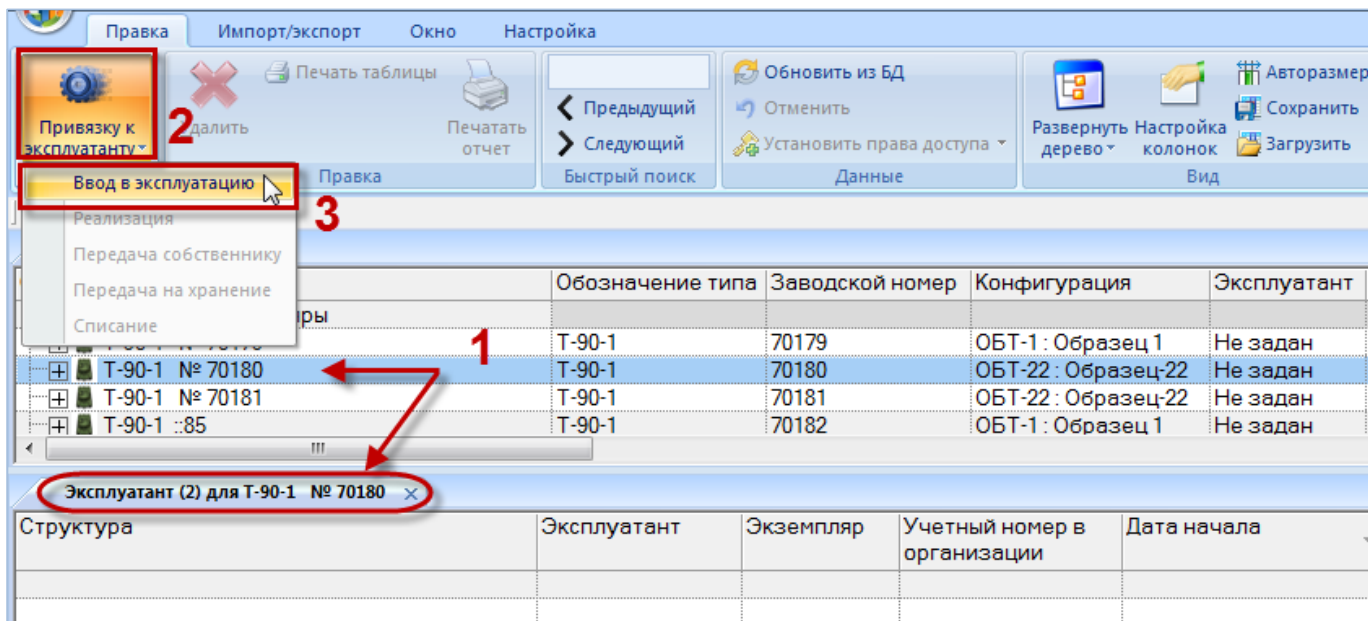

Рис. 22-18 – Создание привязки к эксплуатанту
- 4) Открывается окно связанных объектов «Эксплуатант» для выбранного экземпляра ФИ (1 на рис. 22-18).
5) Перейти в окно связанных объектов «Эксплуатант», нажать кнопку «Привязку к эксплуатанту» панели «Создать» и выбрать пункт «Ввод в эксплуатацию» в открывшемся меню (2 и 3 на рис. 22-18). Если в данный момент для экземпляра ФИ эксплуатант не задан, то доступен только один пункт меню – «Ввод в эксплуатацию».